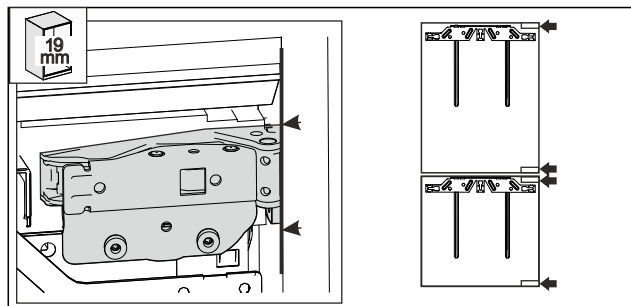

Fig. 58
- Stěna nábytku o tloušťce 19 mm: přední hrana závěsů je zarovnána s přední stranou boční stěny nábytku. Fig. 58 ()